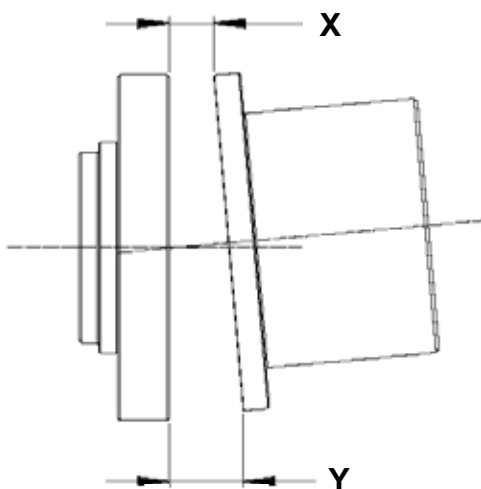
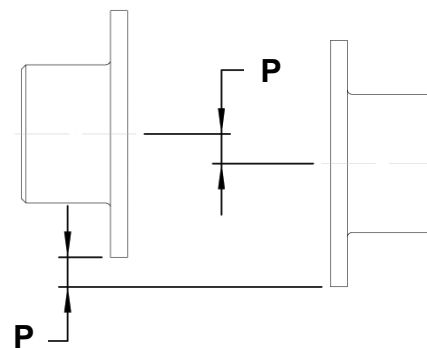

Abbildung 8 - Winkelversatz
Abbildung 9 - Parallelversatz
Tabelle 3 zeigt die Einbautoleranzen für das Ausrichten von Parallelität und Winkligkeit. Der Winkelversatzwert ist die maximale Differenz der zwischen den gegenüberliegenden Enden von Mittelstückflansch und Adapterflansch gemessenen Werte (X-Y), wie in Abb. 8 dargestellt. Der Parallelversatzwert „P“ ist die Verlagerung zwischen den Mittelpunkten der beiden Naben, siehe Abbildung 9. Wird der Parallelversatz gemessen, indem die Naben mit Messuhren um den Außendurchmesser verdreht werden, so muss der Gesamtmessuhrausschlag (Total Indicator Reading, TIR) durch (2) dividiert werden, um „P“ zu ermitteln.
- a. Der Winkelversatzwert ist die maximale Differenz der zwischen den gegenüberliegenden Nabenflanschen gemessenen Werte (X und Y), siehe Abbildung 8.
- b. Der Parallelversatzwert „P“ ist die Verlagerung zwischen den Mittelpunkten der beiden Naben, siehe Abbildung 9.